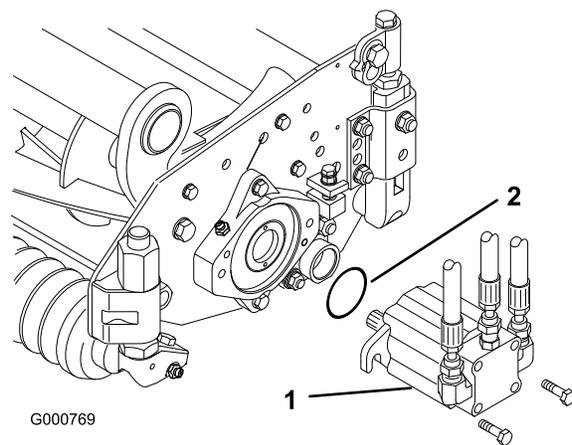

Figura 7
13. Montate il motore sul lato comando dell'elemento di taglio, e fissatelo con le due viti a testa cilindrica a corredo (Figura 7).